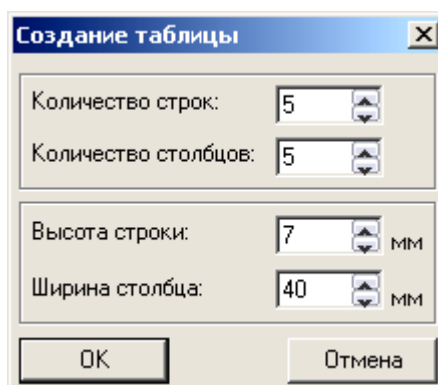

Рисунок 8.61
2. В окне **Создание таблицы** (Рисунок 8.61) нажмите кнопку **Отмена**. В диалоге **Редактор таблицы** выберите команду **Создать таблицу зубчатого венца** .